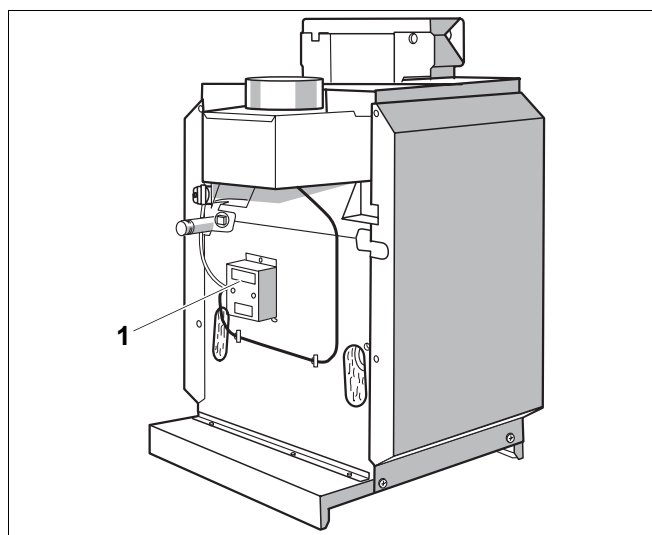

Рис. 21 Расположение блока управления на Logano G334 WS
- Закрепите двумя прилагаемыми винтами блок управления (рис. 21, **поз. 1**) системы контроля дымовых газов.